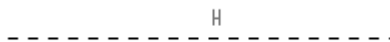

图 2.14.2 绘制中心线
Step 2 单击 **草绘** 区域中的  **中心线** 按钮，绘制图 2.14.2 所示的中心线。